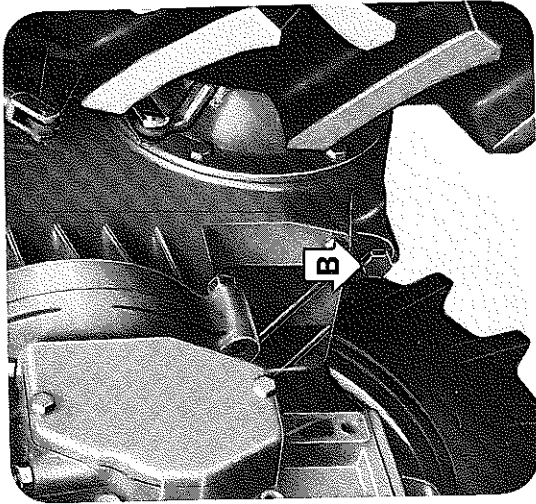
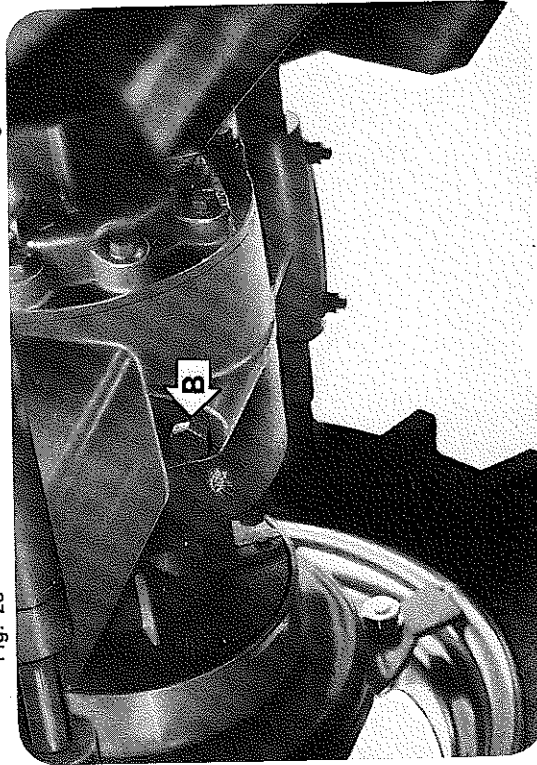
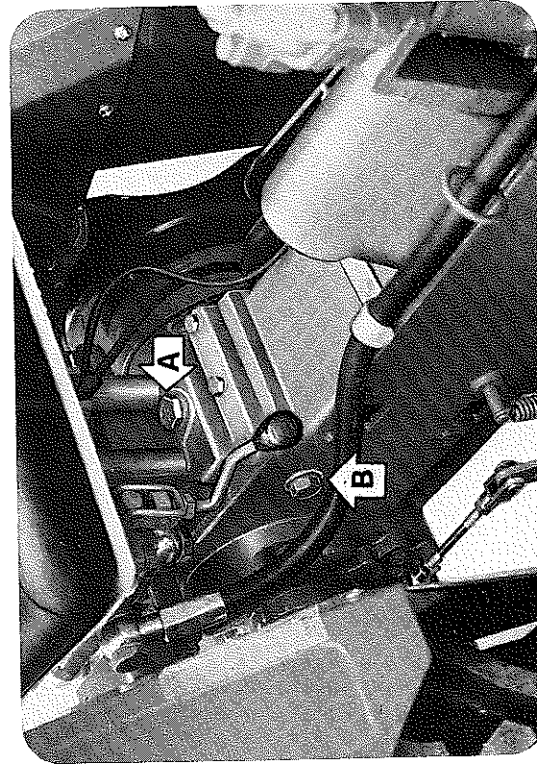
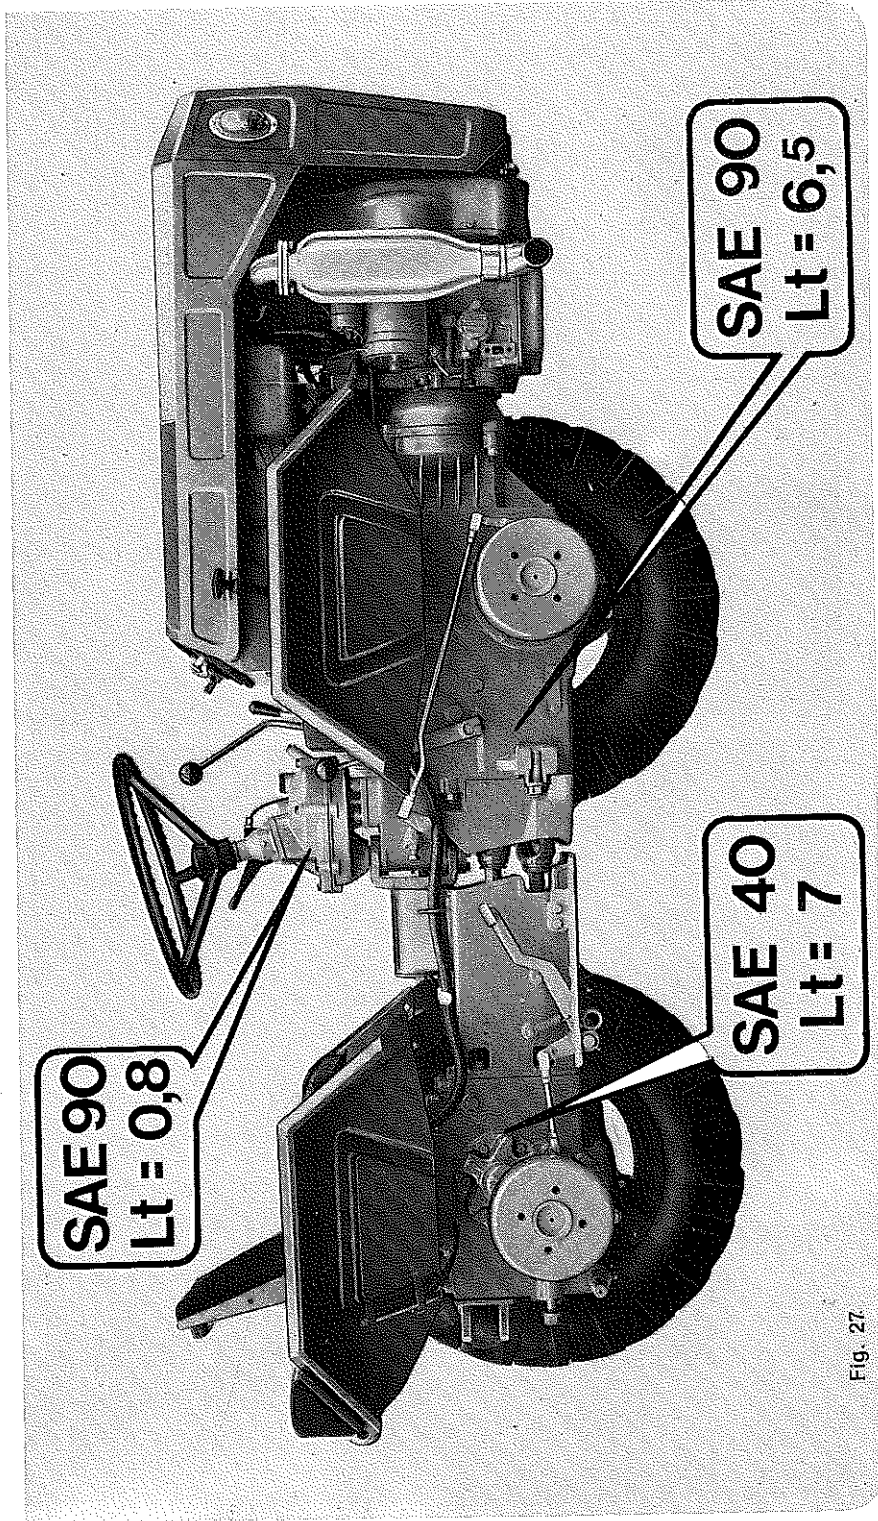

Fig. 24
Fig. 26
Fig. 25
Fig. 27
- Après les 50 premières heures, remplacer l'huile du carter avant et du carter arrière avec de l'huile du type et en quantité indiquée sur la fig. 27. Vidanger l'huile à moteur chaud afin de faciliter l'écoulement à travers les trous avant B fig. 24 et arrière B fig. 26.
- Bouchon de contrôle B fig. 25. L'huile se contrôle en portant les bras du releveur dans la position la plus haute et dans ces conditions l'huile doit affleurer le bord inférieur du bouchon B.
- Elle s'effectue à moteur chaud: al-dér l'écoulement par le trou de vidange avant B fig. 24 et arrière B fig. 26, en enlevant le bouchon C.
- Bouchon de remplissage d'huile A fig. 25. L'opération s'effectue avec les bras abaissés.
- After first 50 working hours, change oil in the front and back house, according to the type and quantity shown in Fig. 27. Change oil when the machine is warmed up, in order to help oil downflow through the front hole B Fig. 24 and the back hole C Fig. 26.
- Checking plug B - Fig. 25 - Check oil level by moving the lifter arms to the highest position; oil should reach the lower edge of the plug B hole.
- Carry this operation when the machine is warmed up. Remove plug C to help oil flow through the front drain hole B Fig. 24 and the back drain hole B Fig. 26.
- Oil filling plug A - Fig. 25.
- Nach den ersten 50 Betriebsstunden Öl im vorderen und rückwärtigen Gehäuse wechseln. Art und Menge s. Abb. 27. Ölwechsel bei warmer Maschine durchführen, um Ölfluss durch vordere Öffnung B Abb. 24 und durch rückwärtige Öffnung B Abb. 25 zu erleichtern.
- Ölstandschräube B Abb. 25 - Die Ölkontrolle erfolgt bei höchster Stellung der Heberarme. Das Ölniveau muss am unteren Rand der Ölstandschräube B liegen.
- Der Ölwechsel ist bei warmer Maschine durchzuführen. Der Ölfluss durch die vordere Abflusöffnung B Abb. 24 und durch die rückwärtige Abflusöffnung B Abb. 26 wird durch Entnahme des Stopfens C erleichtert.
- Ölstandschräube A Abb. 25. Bei diesem Arbeitsgang bleiben die Arme gesenkt.